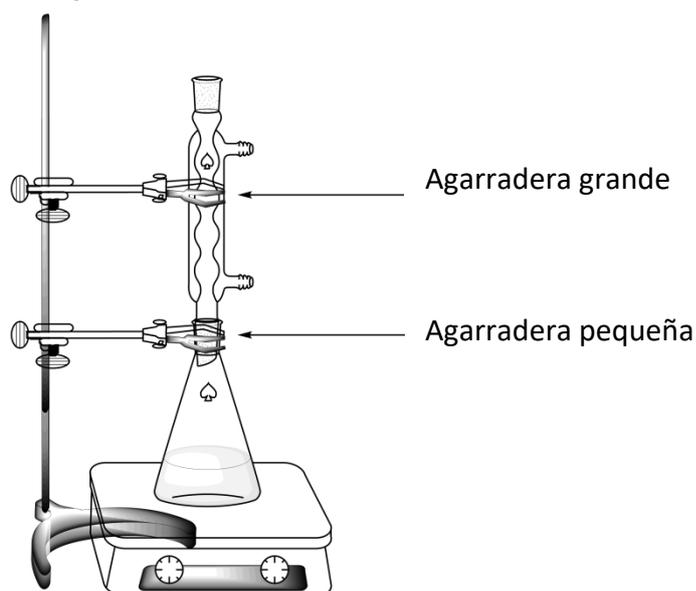

Figura 1. Equipo para calentar la mezcla de reacción a reflujo
- Conecta** el refrigerante abriendo la agarradera grande y desplazándolo (ver Figura 1), asegúrate que los esmeriles queden ajustados. **Levanta** tu tarjeta HELP. Un asistente de laboratorio vendrá para abrir el agua y prender la manta calefactora.
2. **Realiza** la recristalización del producto crudo, que se encuentra en el Erlenmeyer con boca esmerilada de 50 mL, con la cantidad apropiada de la mezcla agua/etanol preparada en el punto 1, utilizando el mismo equipo de reflujo que en la parte anterior (ver Figura 1). **Levanta** tu tarjeta HELP. Un asistente de laboratorio vendrá para abrir el agua y prender la manta calefactora. **Agrega** la cantidad apropiada de solvente por arriba del refrigerante.